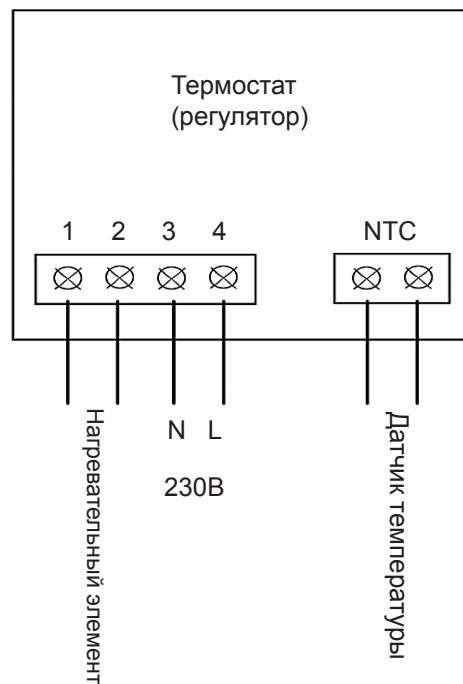

Рисунок 14. Электроподключение термостата управления температурой теплоносителя.
6. Схема подключения терморегулятора - смотри рисунок 14.